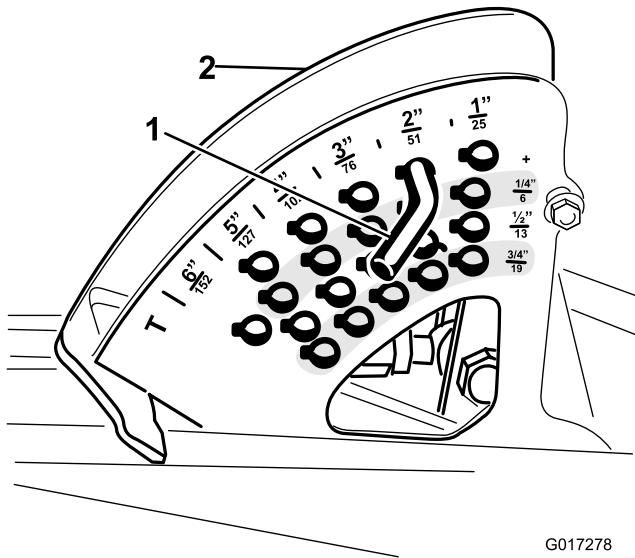

図 3
3. 組み立て時のために、刈高ブラケットのどの穴に刈高ピンが入っているかを確認しておくこと(図3)。刈高ブラケットから刈高ピンを外す。
- 希望の刈高に合わせて、刈高ブラケットに刈高ピンを取りつける（図 3）。